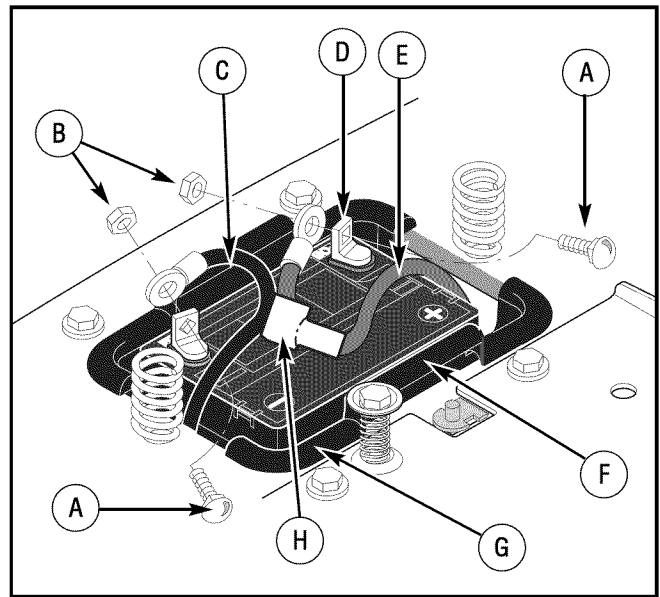

Figura 27: Batería
1. Desconecte el **cable negro** de la terminal negativa (-) (Figura 27).
5. Asegure el **cable negro** a la terminal negativa (-) con los sujetadores como se muestra (Figura 27).